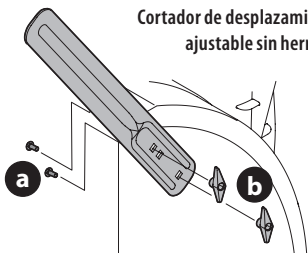

Figura 38
1. Extraiga los pernos de carro (a) y las tuercas de mariposa (b) enviados con los cortadores de deriva (Figura 38).
2. Utilizando los pernos de carro y las tuercas de seguridad extraídos en el Paso 1, asegure los cortadores de deriva a la carcasa del barreno como se muestra en la Figura 38.